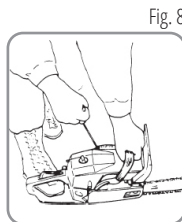

Fig. 8
4. Tout en maintenant fermement la tronçonneuse au sol, tirez vigoureusement sur la corde du lanceur (Fig. 8).